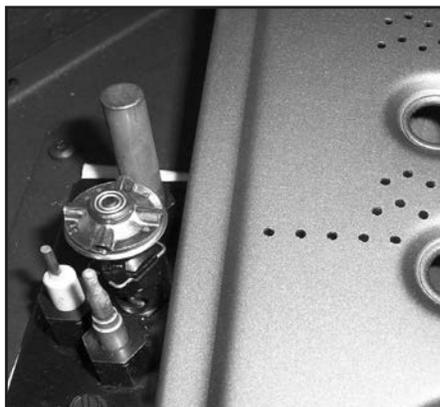

Figure 15: Assemblage de l'allumeur à côté du brûleur.
8. Réinstallez le brûleur, les panneaux de briques, l'ensemble de bûches, les braises et la porte vitrée. Reportez-vous également à INSTALLATION SECONDAIRE - INSTALLATION DU JEU DE BÛCHES ET DES BRAISES. Lors de la réinstallation du brûleur, assurez-vous que la relation entre le brûleur et la hotte de la veilleuse est similaire à celle illustrée à la Figure 15. Sur certaines unités, vous devrez porter une attention particulière lors de l'installation du brûleur à ce que la tige de réglage du venturi soit correctement installée dans la pièce de réglage du venturi soudée au tube venturi du brûleur.